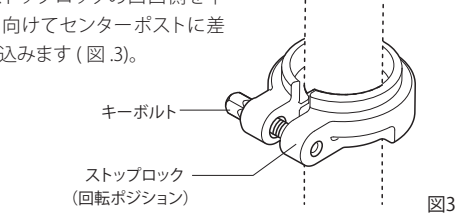

図 3
回転ポジションのセッティング (図 3, 4)
1. ストップロックの凸凹側を下に向けてセンターポストに差し込みます (図 3)。